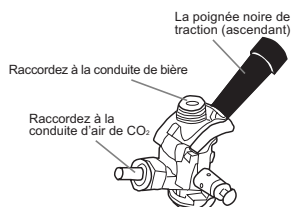

fig. 1 Manchon de raccordement pour fût de bière
1. Assurez-vous que la poignée noire du manchon de raccordement est fermée (vers le haut) avant de le brancher sur le dessus du fût de bière. Introduisez le manchon de raccordement dans le col de verrouillage du fût de bière et tournez dans le sens des aiguilles d'une montre 1/4 de tour afin de le verrouiller. (voir figure 1)